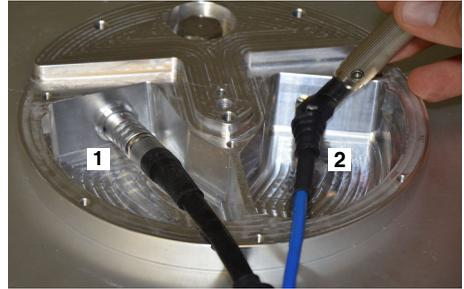

Abb. 5: Kabelanschlüsse
2. Trennen Sie die Kabelanschlüsse von der ADFA (siehe Abbildung 5):
5. Schließen Sie die HF-Kabelstecker an die ADFA an (siehe Abbildung 5):
- a. Stecken Sie den Steuerkabelstecker des HF-Kabels in den Steueranschluss der **ADFA (1)**, so dass die rote Markierung auf dem Stecker nach oben zeigt und eine Linie mit dem Steckplatz im